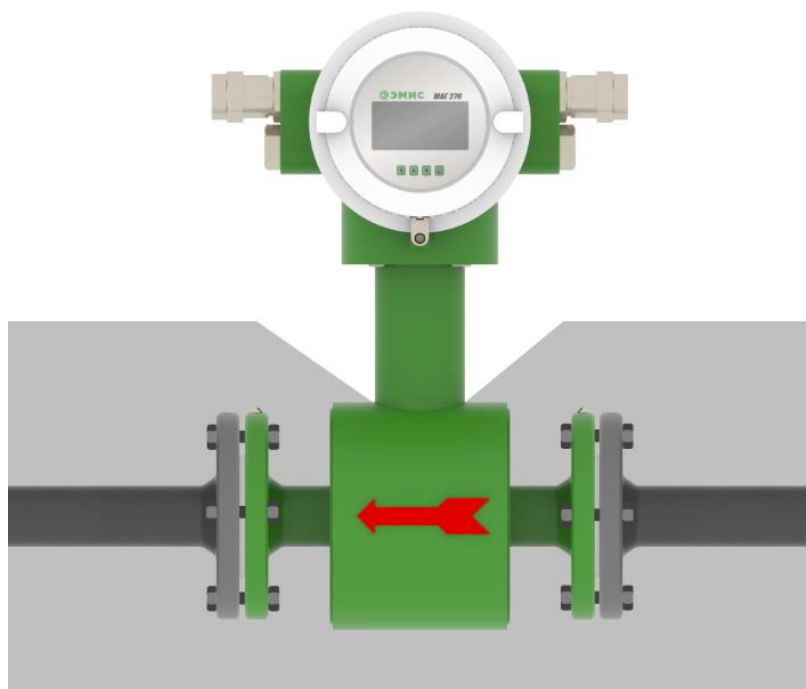

Рисунок 2.6 –Теплоизоляция счетчика-расходомера
- Теплоизоляция не должна выступать за указанную отметку (см. **рисунок 2.6**);